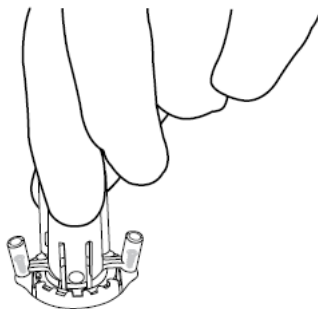

Figura 27. Colocación de la herramienta de centrado y la base sobre el orificio de trepanación.
1. Coloque la herramienta de centrado (preacoplada a la base) directamente sobre el orificio de trepanación (Figura 27).